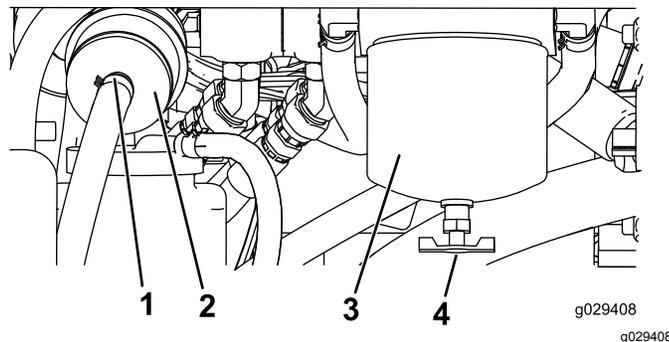

Рисунок 47
4. Найдите топливный фильтр на задней стороне двигателя (Рисунок 47) и поместите под него чистую емкость.
4. Найдите топливный фильтр на правой стороне двигателя (Рисунок 47) и поместите под ним чистую емкость.
5. Очистите область крепления корпуса фильтра (Рисунок 47).
6. Снимите корпус фильтра и очистите монтажную поверхность (Рисунок 47).
9. Вверните корпус фильтра вручную в монтажное отверстие. После соприкосновения прокладки с монтажной поверхностью доверните корпус еще на пол-оборота (Рисунок 47).
10. Найдите проходной фильтр слева от корпуса топливного фильтра (Рисунок 47) и отметьте направление стрелки потока на боковой стороне проходного фильтра.
11. Ослабьте хомуты на обоих концах проходного фильтра и отсоедините от него шланги (Рисунок 47). Удалите в отходы фильтр.
12. Наденьте шланги на концы нового фильтра (Рисунок 47) так, чтобы стрелка на фильтре показывала в сторону двигателя или электрического топливного насоса.